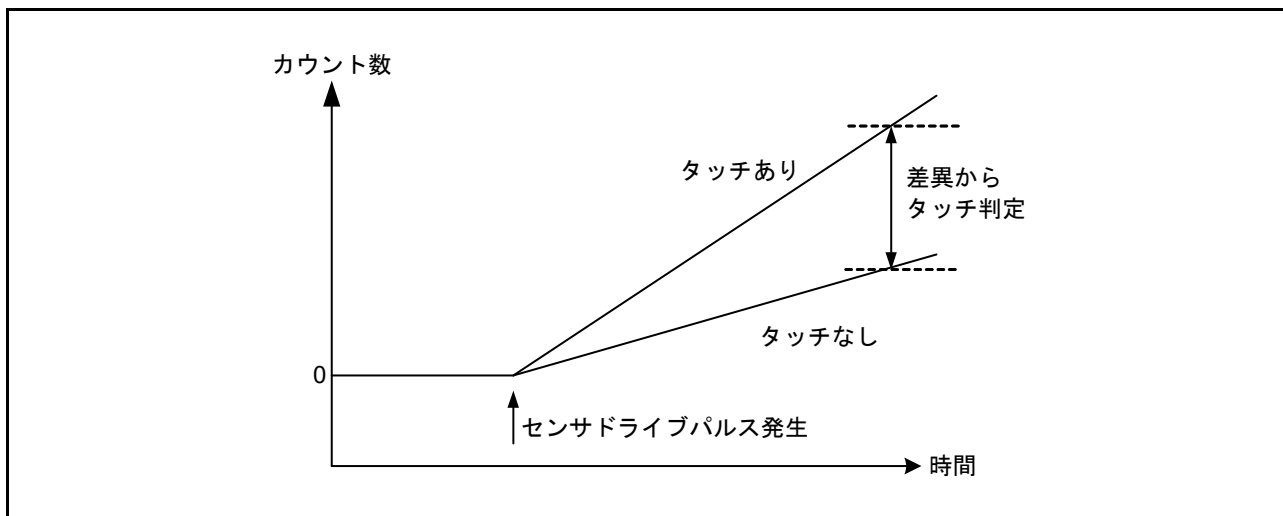

図 40.7 接触／非接触による計測値の変化
3. 手順 1. および 2. に示す電極の充放電の切り替えを繰り返すことにより、スイッチドキャパシタフィルタに電流が流れます。この時点で指が接近していれば、容量および流れる電流が変化します。TSCAP 電源を生成する回路からスイッチドキャパシタフィルタに流れる電流に比例した制御電流を ICO に供給することで、クロックを生成します。カウンタは、指が接近しているかどうかにより変化するクロック周波数を計測します。ソフトウェアは、カウンタから読み出した値に基づき指の接触を判断します。図 40.7 を参照してください。